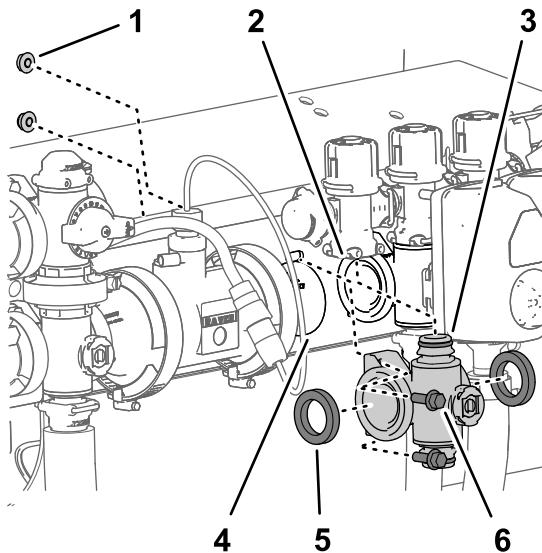

图 112
4. 对于左或右喷洒臂段阀歧管应松开将该喷洒臂段阀歧管固定至阀支架的 2 个凸缘头螺栓 $\frac{1}{4} \times \frac{3}{4}$ 英寸和 2 个凸缘锁紧螺母 $\frac{1}{4}$ 英寸图 112。
5. 向下移动喷洒臂段阀岐管和垫片使之与喷洒臂段旁通阀分开然后再离开机器 图 112。